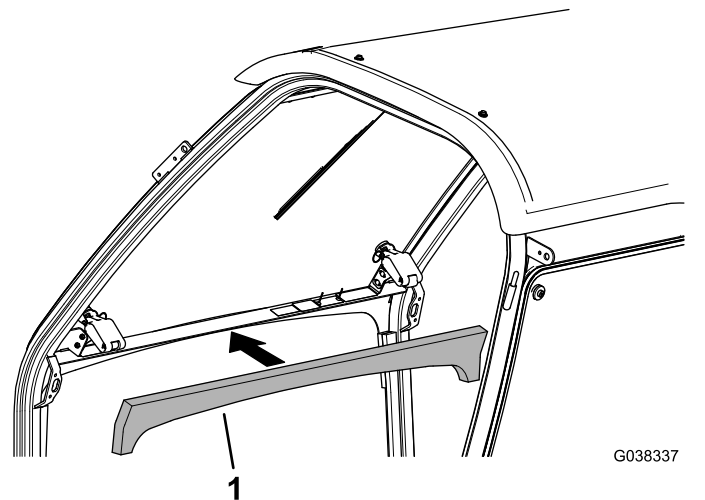

Figuur 9
3. Verwijder de 3 schroeven en 3 moeren waarmee de linker handgreep is gemonteerd, en verwijder deze (Figuur 9).
- Monteer de linker handgreep (die eerder verwijderd werd) met de 3 schroeven en 3 moeren (Figuur 9).